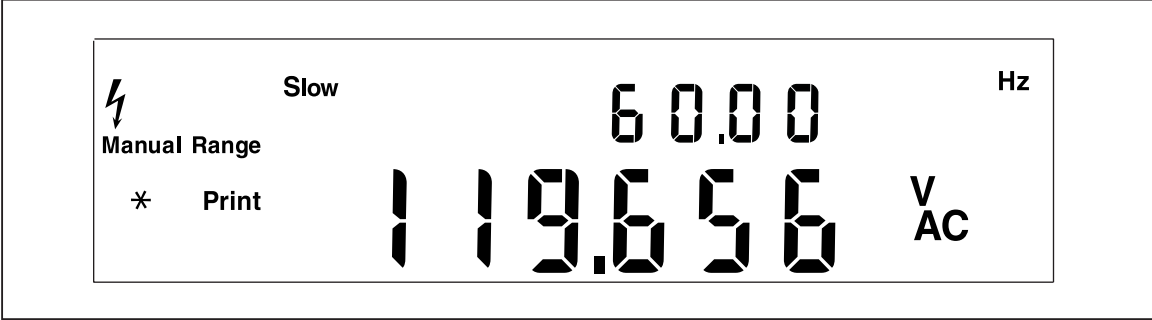

图 A-1. 显示交流电压和频率的双显示屏实例
5. 将测试线探头插入到一个墙式插座。仪器的显示屏显示类似于图A-1。实际的显示取决于当地的电力系统。